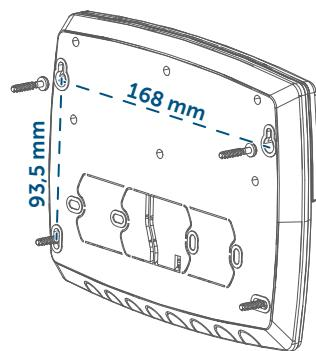

Figura 2
- Monte la Multi IO Box insertando los tacos suministrados y enrosando los tornillos (v. figura 2).